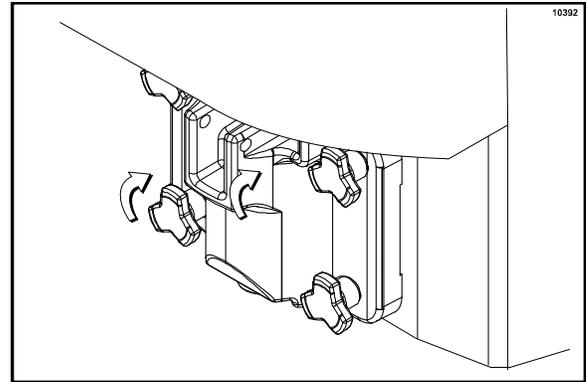

Figura 139
14. Introduzca la varilla amortiguadora por la batidora en el cilindro refrigerante. Una vez que la puerta esté asentada en los postes del congelador, instale los tornillos manuales. Apriete los tornillos de manera uniforme, siguiendo un patrón de cruz, para asegurar que la puerta quede firme. (Vea la figura 139).